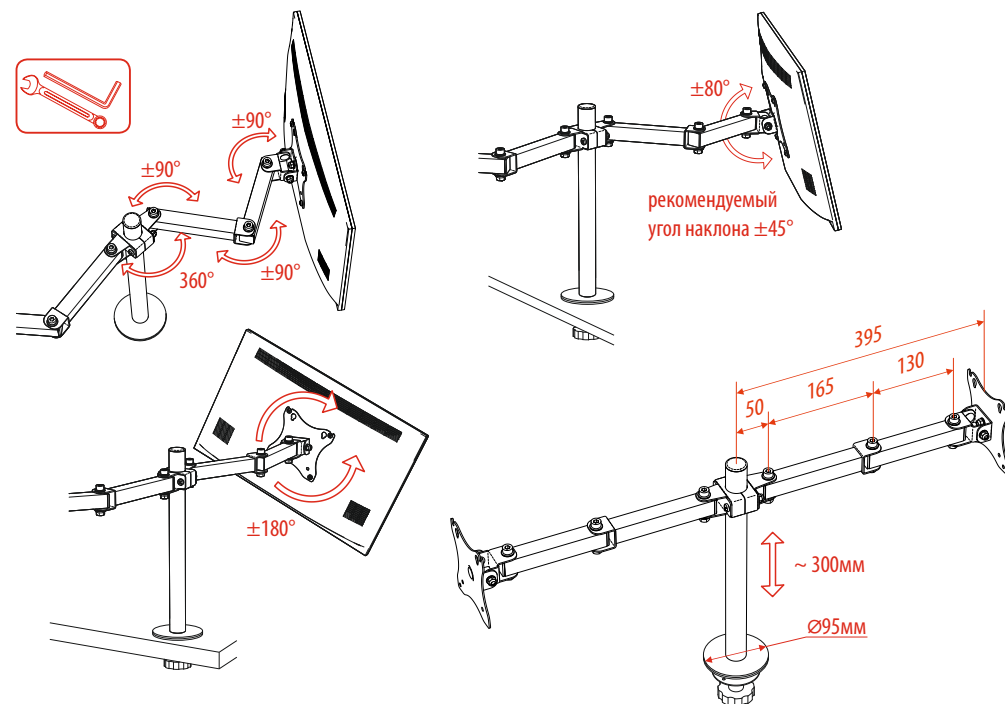

Рисунок 5. Диапазоны регулировок положения монитора
- 4.6 Отрегулируйте положение монитора (см. рис.5). При необходимости подтяните осевые винты с помощью соответствующего шестигранного ключа и гаечного ключа.